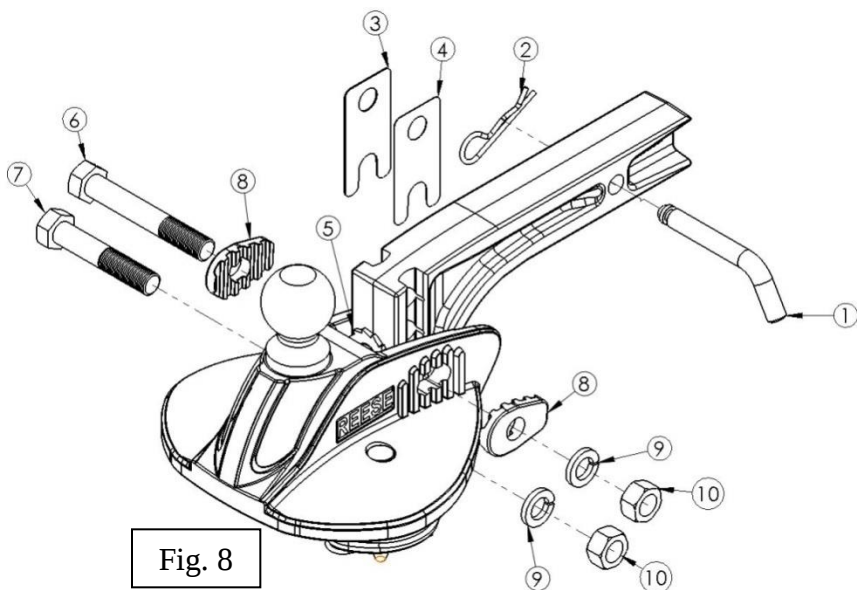

Fig. 8
15. Insérer le boulon $\frac{3}{4}$ po court à travers le trou inférieur de la monture de boule et le trou de la barre d'attelage qui placera le dessus de la boule à $\frac{1}{2}$ à 1 po au-dessus du dessus du coupleur (voir Figs 8 et 8A).